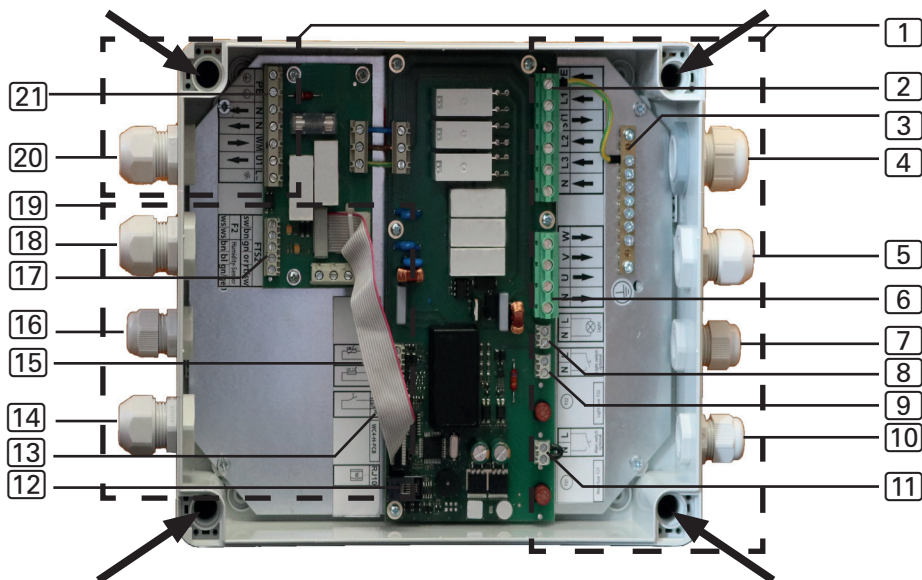

Fig. 4: Collegamento elettrico
2. È possibile fissare l'unità di potenza a terra ai 4 angoli del telaio (vedi frecce Fig. 4 a pagina 17)